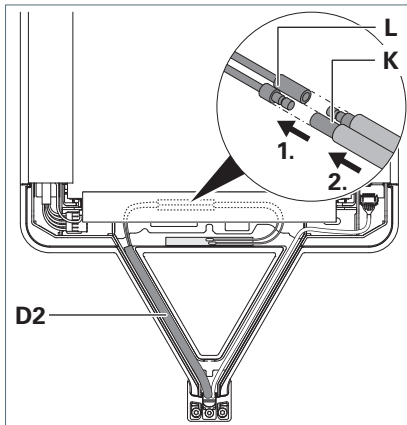

Fig. 6: Antenne anschließen.
- Legen Sie die Versorgungsleitung **D2** aus dem Standrohr in den Tragarm des Leuchtenkopfs, siehe Fig. 6.